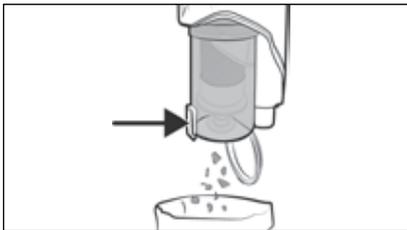

Fig. 16
- 1) Hold støvbeholderen **7** over en affalds-spand, og tryk på oplåsningsknappen til støvbeholderdækslet **8**. Støvbeholderdækslet **9** åbner sig, og indholdet falder ned i spanden (se fig. 16). Luk derefter smudsbeholderdækslet **9**.